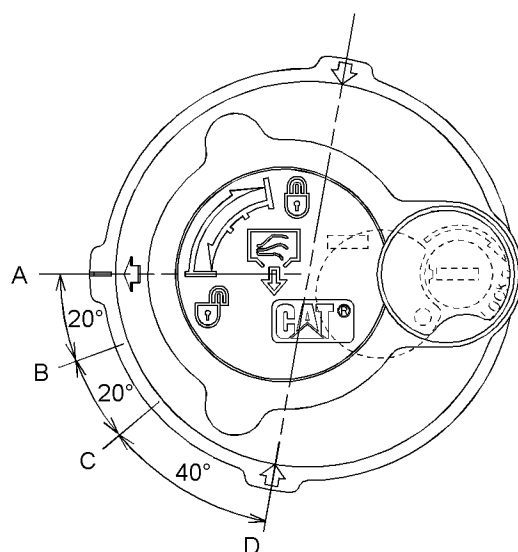

Fig. 443
- (A) Stillingen LÅS
- (B) Stillingen TRYKAFLASTNING - START
- (C) Stillingen TRYKAFLASTNING - SLUT
- (D) Stillingen ÅBN
6. Aflast det tryk, der kan findes i returhydraulikkredsløbet, ved hjælp af følgende procedure. Se fig. 443 for at få vist påfyldningsdækslets positioner.
- a. Drej påfyldningsdækslet i retning mod uret, uden at trykke ned på dækslet, og flyt pilen fra stilling (A) til stilling (B).
- b. Aflast trykket i mindst 45 sekunder ved at flytte pilen fra position (B) til position (C).
- c. Tryk ned på midten af påfyldningsdækslet. Flyt pilen fra stilling (C) til stilling (D) uden at vippe påfyldningsdækslet.
- d. Trykket i hydrauliktanken aflastes. Spænd påfyldningsdækslet fast på hydrauliktanken til position (A).